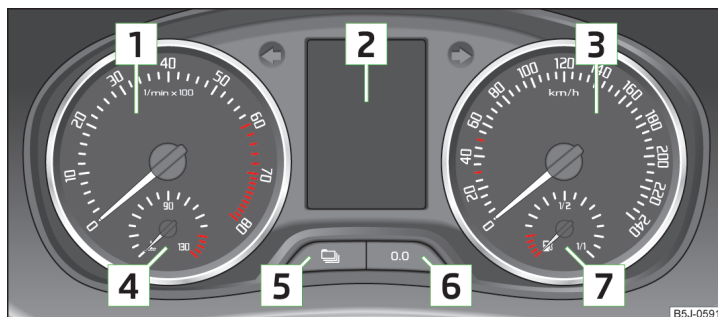

Fig. 20 Strumentazione combinata
L'intervallo del contagiri di colore rosso **1** » fig. 20 a pagina 30 indica l'intervallo in cui la centralina del motore inizia a limitare il numero di giri del motore stesso. La centralina del motore limita il numero di giri su un valore che impedisce rischi di danneggiamento.
L'indicatore di temperatura liquido di raffreddamento **4** » fig. 20 a pagina 30 funziona solo con l'accensione inserita.
L'indicatore di riserva carburante **7** » fig. 20 a pagina 30 funziona solo con l'accensione inserita.
È possibile azzerare l'indicazione premendo a lungo il tasto  » fig. 20 a pagina 30.
L'orologio sarà regolato con i tasti  e  » fig. 20 a pagina 30.
- Premere ripetutamente il tasto  » fig. 20 a pagina 30 fino a quando l'indicatore del contachilometri totale non inizia a lampeggiare » pagina 32.